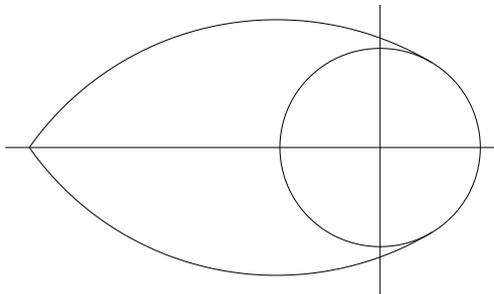

Рис.12.5
7. С помощью команды **DELETE** удалить вспомогательные окружности (радиусы 40 и 60); с помощью команды **TRIM**  удалить лишние части окружностей, оставляя дуги получается изображение (Рис.12.5):